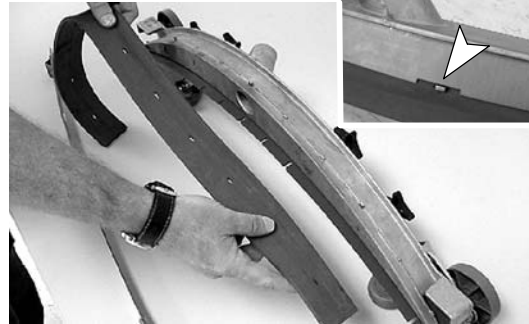

FIG. 61
- Faites pivoter la lame arrière pour obtenir un nouveau bord nettoyant et réinstallez la bande. Assurez-vous que le bord cranté de la bande se trouve vers le bas (Figure 61)..